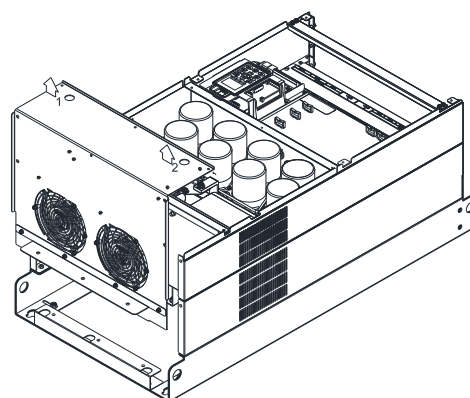

Рис. 4
5. Поднимите блок вентиляторов, просунув пальцы в отверстия, как показано на Рис. 4.